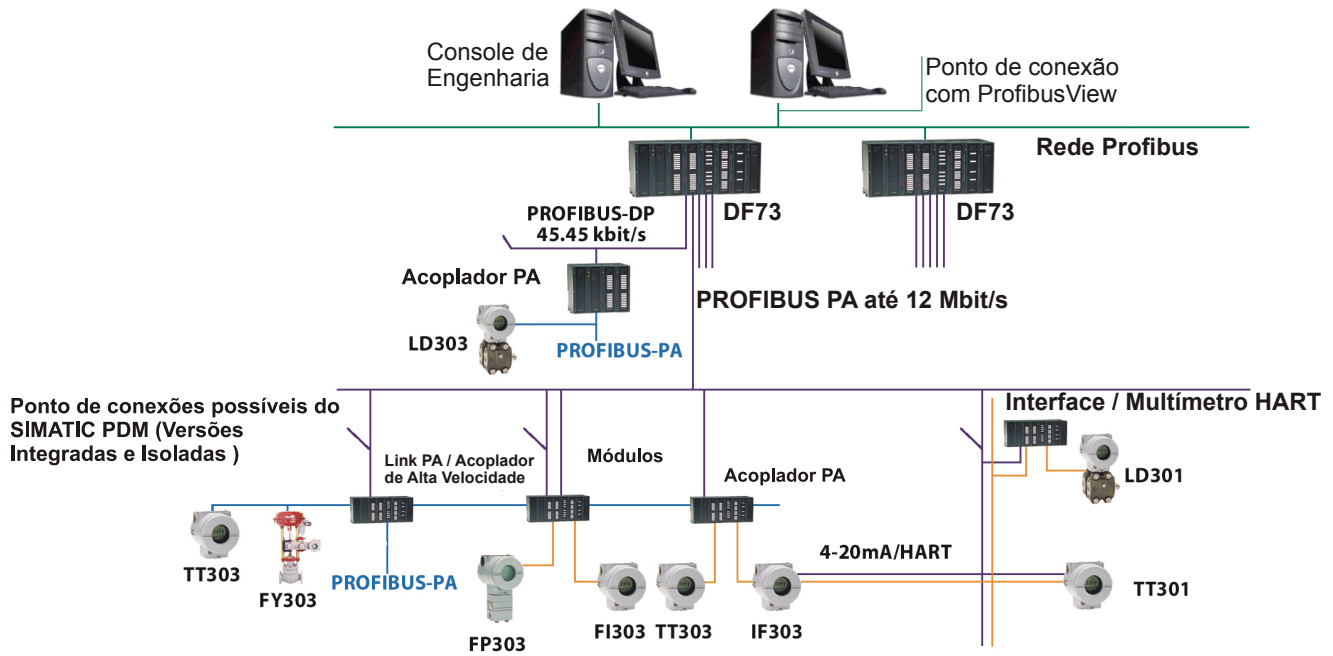

Figura 3.54 – Rede Profibus
A quantidade de equipamentos (N) por segmento PA depende do consumo quiescente de cada equipamento PA, das distâncias envolvidas (resistência de *loop* cabo tipo A: 44 Ω /km), do *coupler* DP/PA e de sua corrente drenada, da classificação de área (*couplers* para área classificada drenam correntes da ordem de 110 mA, tensão de saída 12 V), além da corrente de falta do transmissor (corrente de FDE que normalmente é 0 mA, dependendo do fabricante). Em áreas perigosas o número de equipamentos deve ser limitado por barreira de segurança, de acordo com as restrições de segurança da área e limites do *coupler* DP/PA. Veja Figura 3.54.